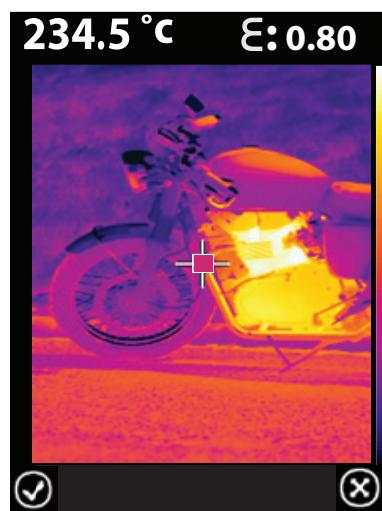

Fig 8-2 Spara eller radera bild
4. Tryck på  för att spara bilden eller på  inom 5 sekunder för att radera bilden (se Fig 8-2).
Tips: Efter att en bild tagits, visas en bockmarkering  ovanför knappen  (spara bild) och en ikon  visas ovanför knappen  (radera bild) i 5 sekunder. Se Fig 8-2. Om inga knappar trycks ned inom 5 sekunder, raderas bilden automatiskt.